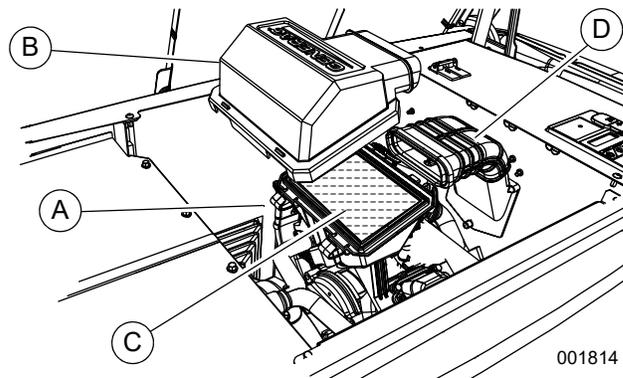

Figure 4-9. Entretien du filtre à air
3. Voir la **Figure 4-9**. Retirez les attaches du capot (A) et le capot du filtre à air (B).